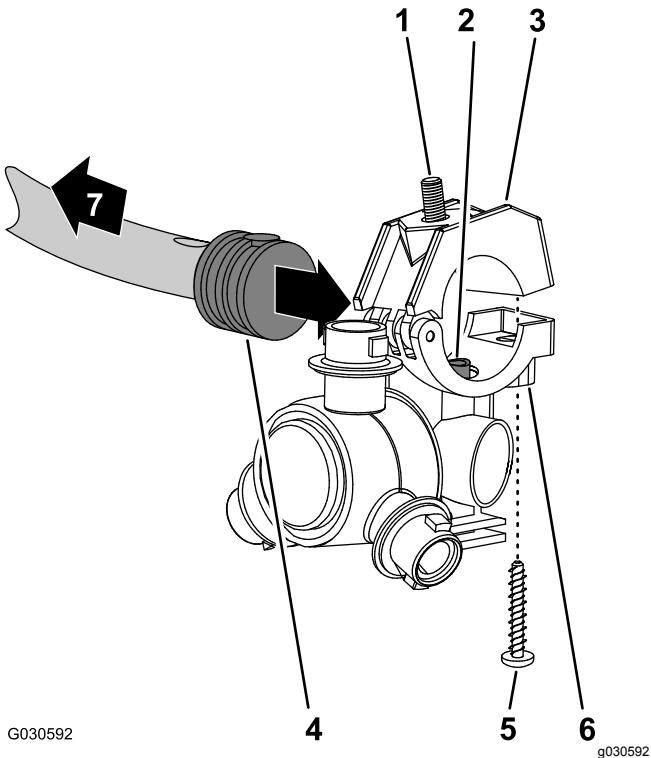

Figura 143
1. Alinee el tubo de transferencia del soporte de una boquilla de fumigación (Figura 143) con el orificio del lateral del conector de manguera de dentado simple (13 mm).
2. Cierre la mitad superior de la abrazadera alrededor del conector de manguera dentado y sujetela la mitad de la abrazadera y el cuerpo de la boquilla de fumigación (Figura 143) con el tornillo de acero inoxidable (Nº 12 x 1 1/4"); apriete el tornillo de acero inoxidable a entre 14 y 18 N·m.